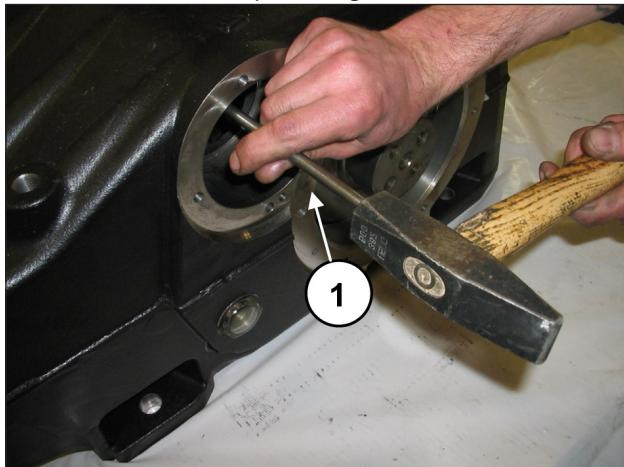
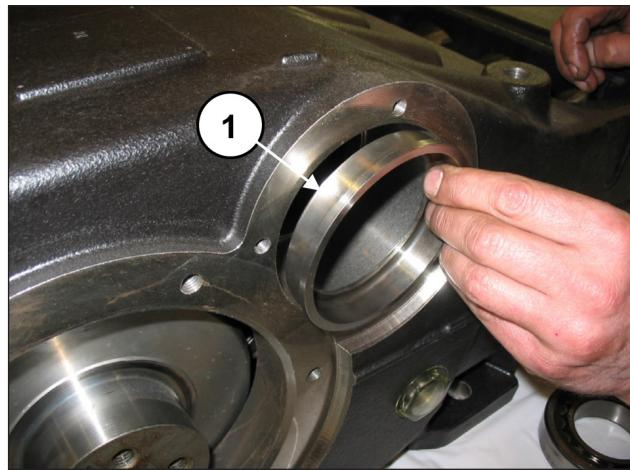
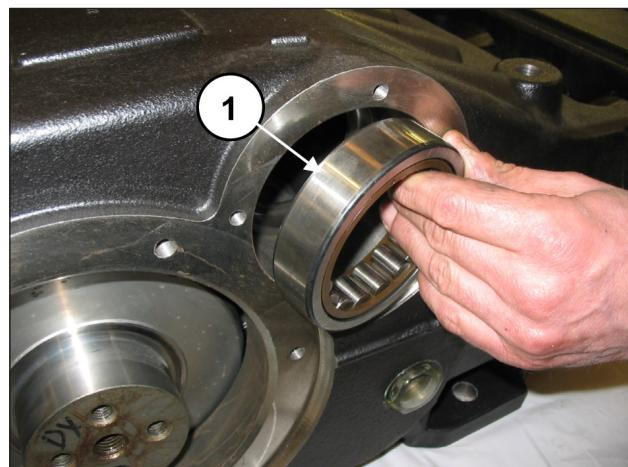
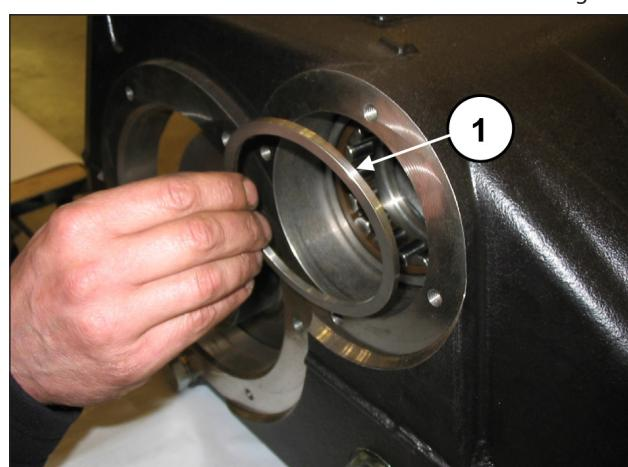

Fig. 34
Fig. 37
Fig. 35
Fig. 36
Mediante l'utilizzo di una barra sufficientemente lunga (pos. ①, Fig. 34) e di una massa battente estrarre dal carter pompa gli anelli dei cuscinetti (pos. ①, Fig. 35), il distanziale cuscinetto esterno (pos. ①, Fig. 36) e la bussola di lubrificazione cuscinetti (pos. ①, Fig. 37).